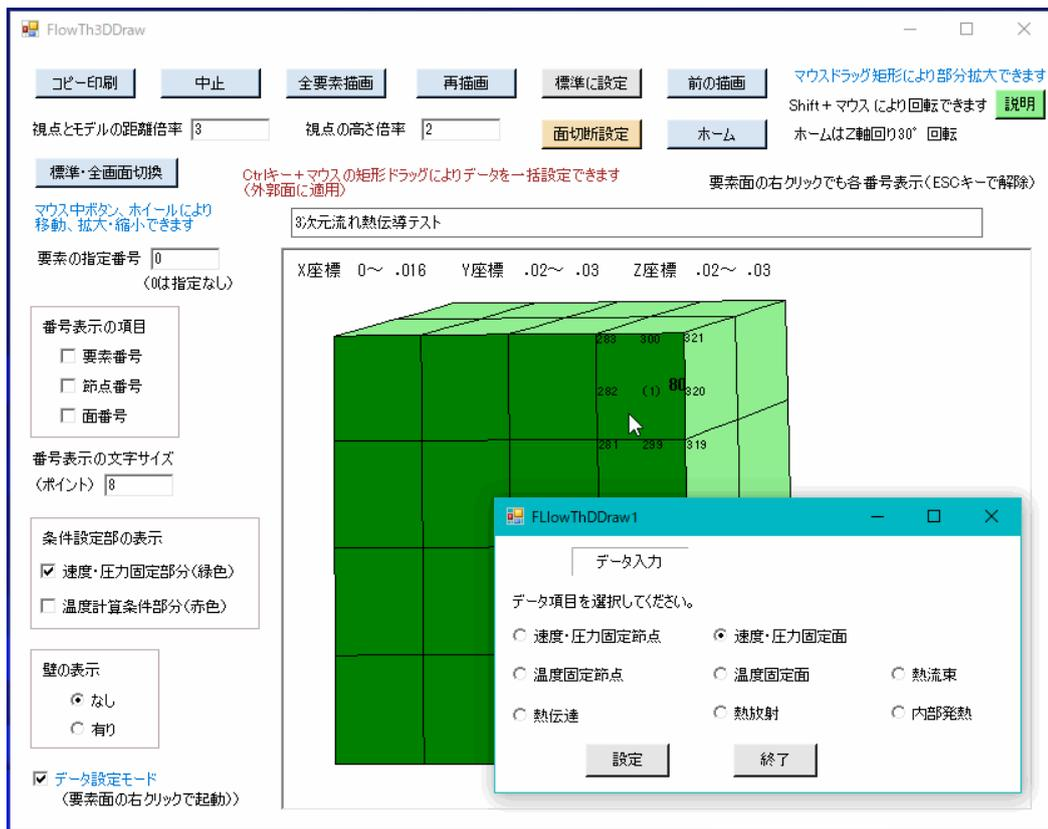
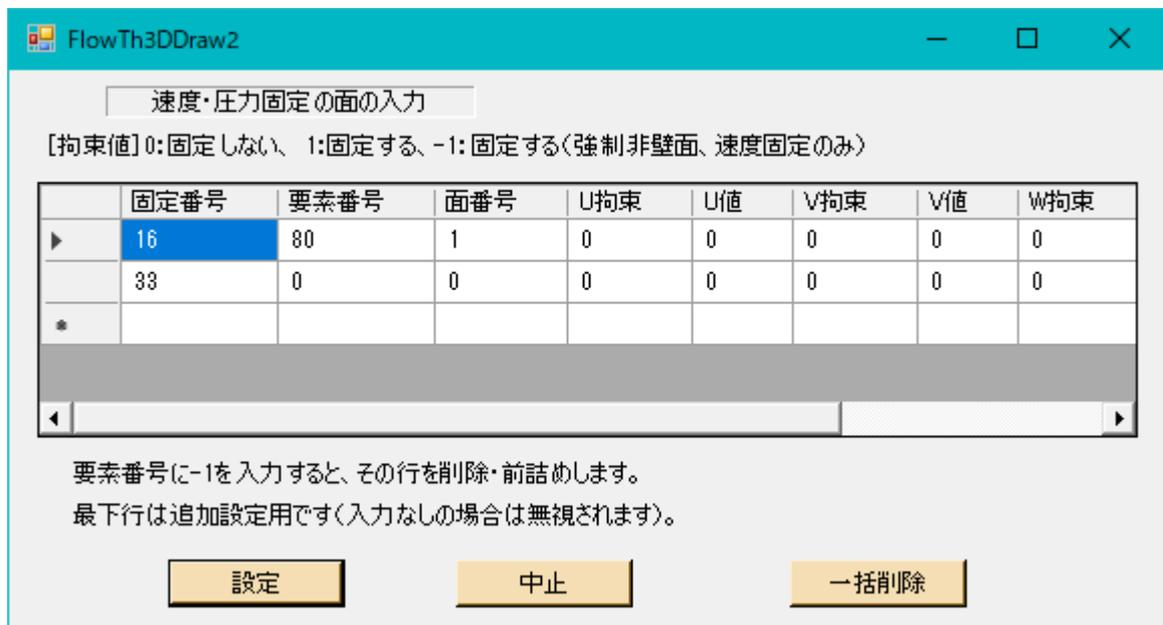

図4-23 構造作画のデータ設定モードにおけるデータ項目選択画面
図4-24 構造作画におけるデータ入力画面例（速度・圧力固定の面の場合）
15) 「データ設定モード」を選択して、任意の要素面を右クリックすると図4-23のようにデータ項目選択画面が出て、境界条件のデータ入力・変更を実施できます。
◇図4-23の画面でいずれかのデータ項目を選択し、「設定」ボタンをクリックすると図4-24のデータ入力画面に移ります。同図は速度・圧力固定節点データの入力画面ですが、他のデータ項目でも同様です。同図でのデータ入力は、前述の「データ入力・修正」サブメニュー以降の各データ入力画面と同様です。なお、表の最下行にデータを追加できるようになっています。図4-24で「設定」ボタンをクリックすると、データ変更が実施されます。